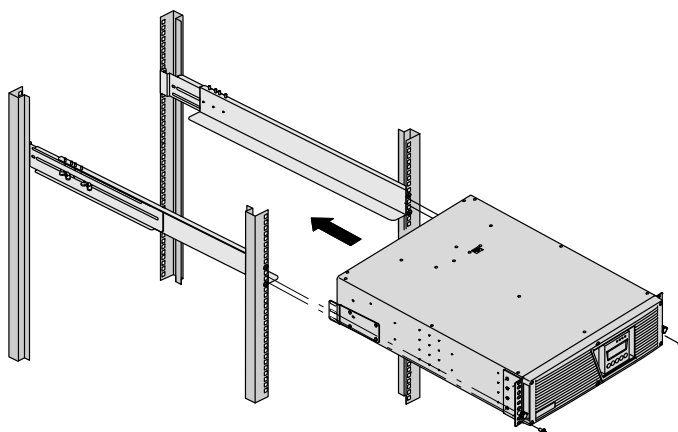

Рисунок 9. Установка шкафов
- 13.** Прикрепите переднюю часть шкафа к стойке двумя винтами с круглой головкой М6 × 12 мм с каждой стороны (см. Рисунок 9).